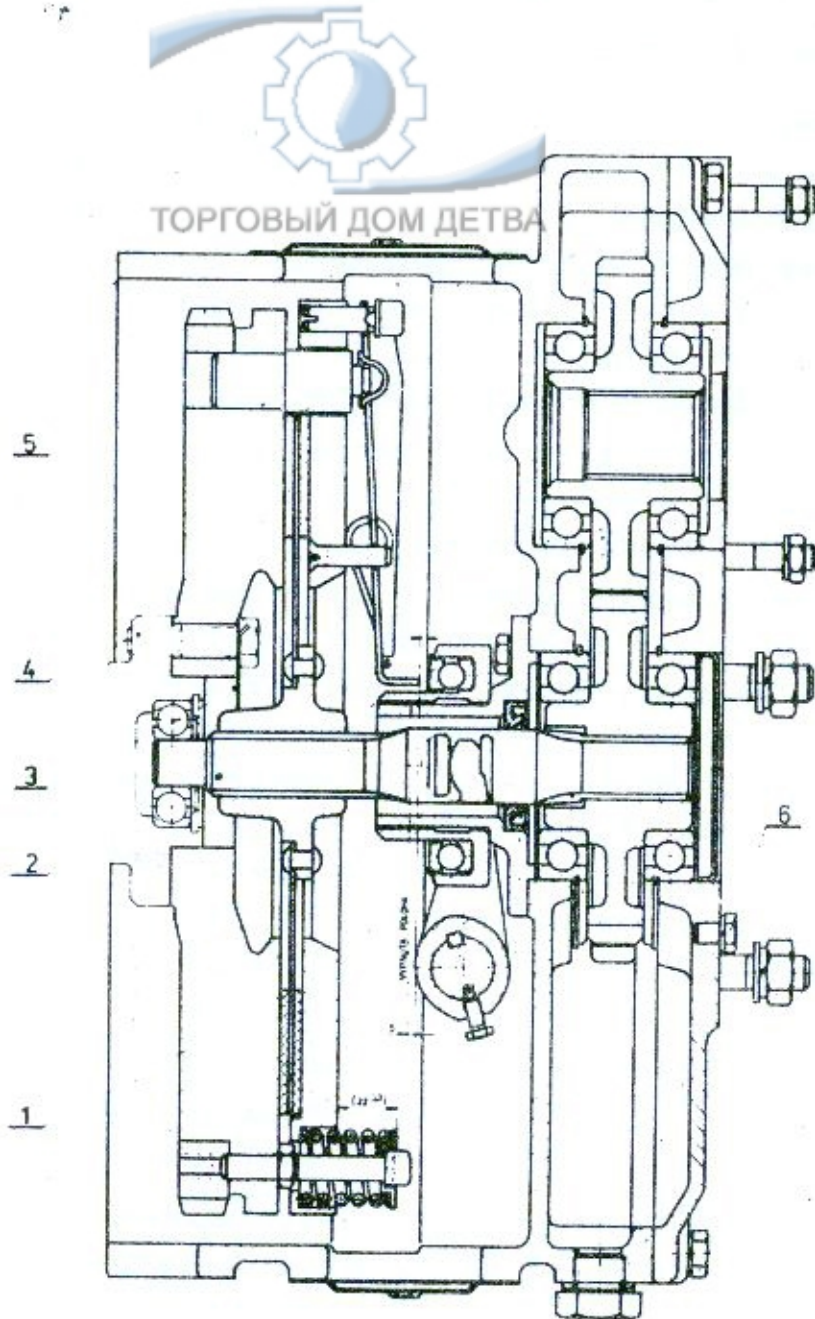
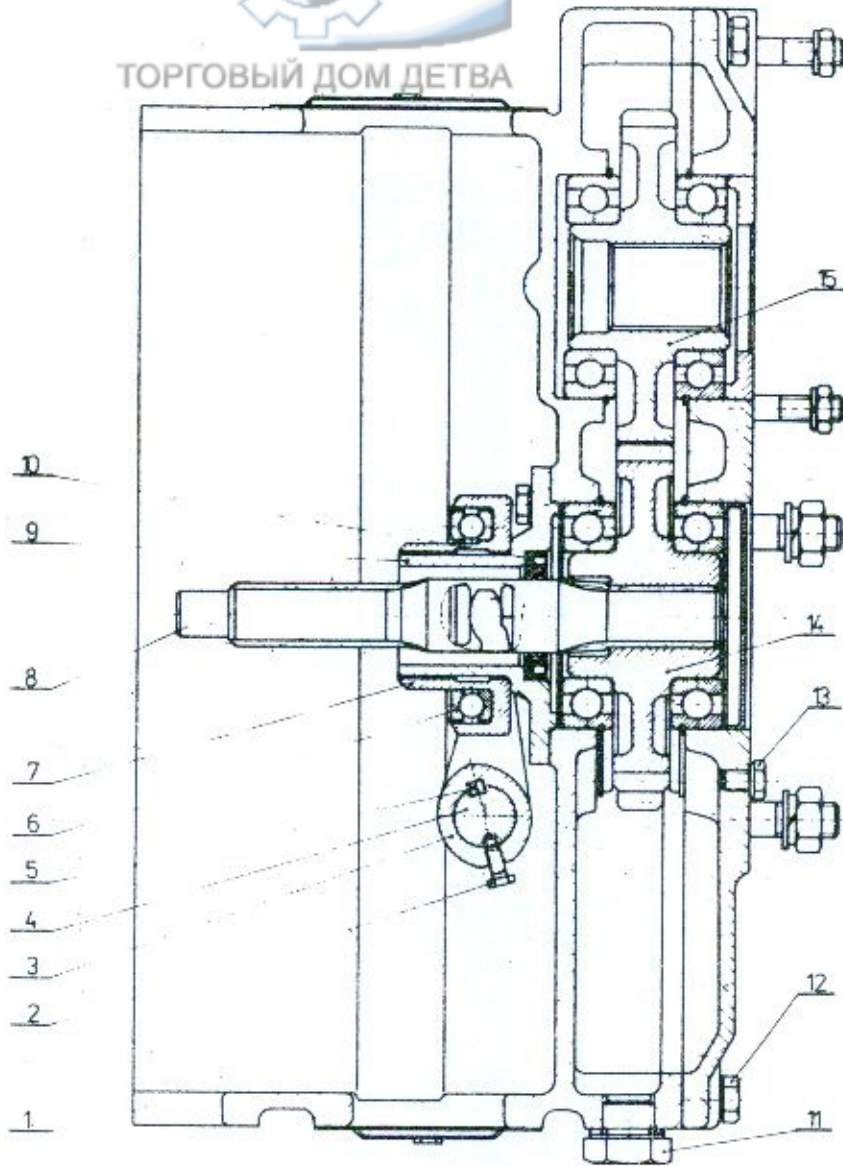
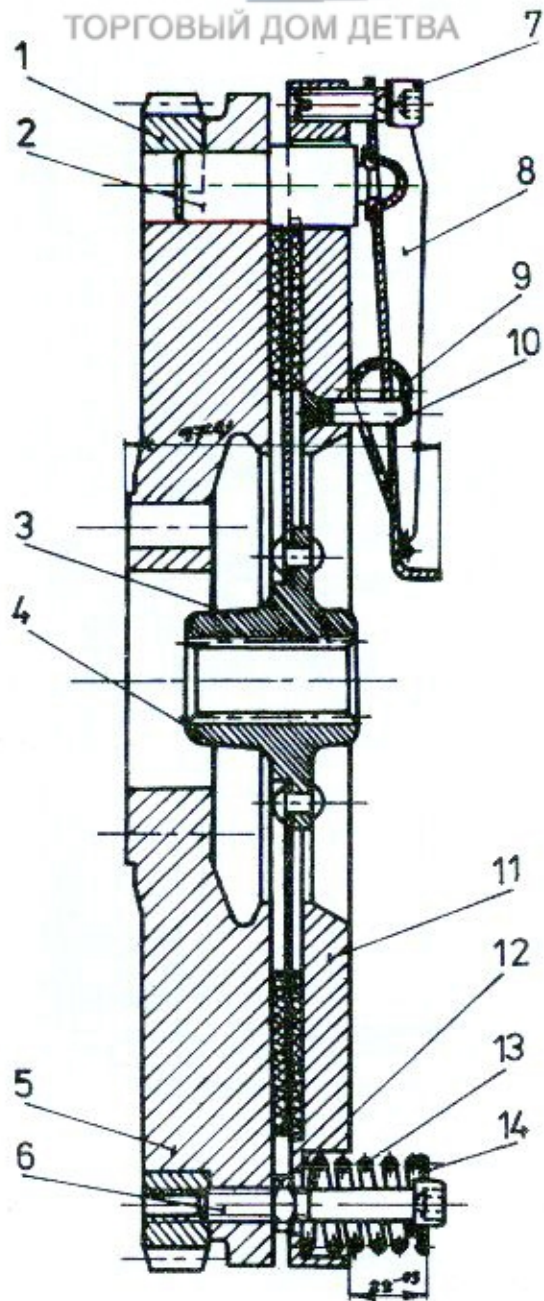

Рис. 49 Привод насосов с муфтой сцепления
Рис. 50 Привод насосов
Рис. 51 Муфта двигателя
Снятый привод гидрогенераторов показывается на рис. 50. Комплектный привод гидрогенераторов изображен на рис. 49.
На приводе гидрогенераторов /рис. 49/ указываются следующие данные по размерам:
Демонтаж муфты сцепления с маховиком произвести, ослабив и вывернув 3 винта поз.4 /рис.49/. Для фиксации винтов служит шайба № 3. Выворачивание и снятие фиксации винтов производить через отверстия в пластине муфты.
Сняв маховик с коленчатого вала, произвести демонтаж муфты сцепления с маховиком. Собранный муфта сцепления с маховиком изображается на рис. 51
- б/ вывернув пробку поз.11, рис.50, слить масло из привода. После слива масла вернуть обратно пробку на свое место.
- г/ вывернув винты поз.12 /рис.50/, ослабить крышку корпуса привода. Крышке корпуса крепится двумя штифтами.
- е/ извлечь вал поз.8 /рис.50/ из пазов центрального колеса
- центральное колесо поз.14 /рис.50/
- колесо для привода поз.15 /рис.50/
- монтаж вала поз.8 /рис.50/
- монтаж гуфера поз.10 /рис.50/ с направляющей муфты поз.9
- монтаж выжимного подшипника поз.7 /рис.50/
- монтаж выключения муфты сцепления поз.2, 3, 4, 5 /рис.50/
Собранную муфту сцепления в сборе с маховиком согласно рис. 51 надеть на фланец коленчатого вала так, чтобы отверстия для штифтов и винтов находились во взаимном правильном положении. Через прокладку поз.3, рис.49 произвести соединение винтами и штифтами. Винты зафиксировать, изогнув шайбу.
Привод гидрогенераторов вставить шлицевым валом в ступицу пластины муфты сцепления и шарикоподшипнике во фланце коленчатого вала двигателя. Повернув корпус привода настроить правильное положение на фланцах и вернуть крепежные винты. Требуемые размеры по рис.49 проверить через верхнее и нижнее отверстие в корпусе привода. После контроля закрыть отверстие крышками.
Заправить корпус привода маслом PP 90, ЧСН 65 6640 до контрольного отверстия поз.6, рис.49.